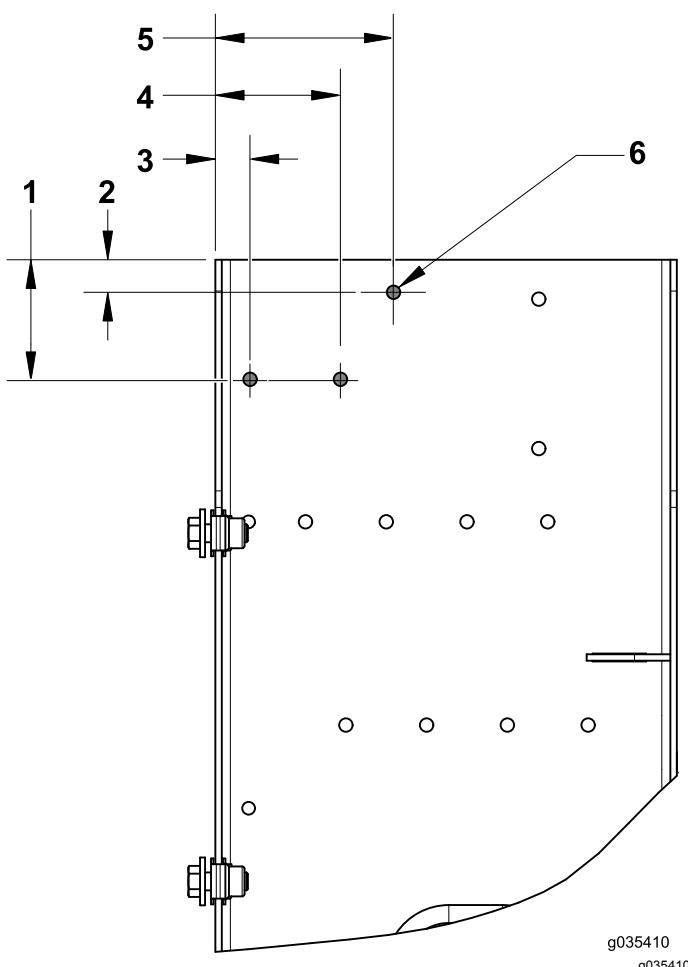

**Figura 5**
1. Localice y perfore el siguiente taladro para la tapa del enchufe (Figura 5).